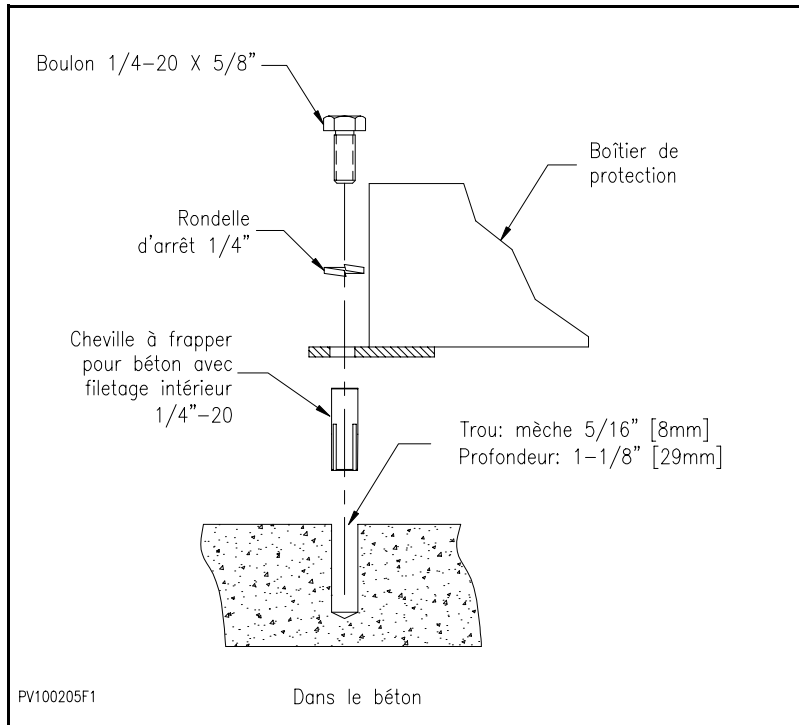

Figure 34 : Installation du boîtier de protection sur un mur de béton
1. Percer dans le mur de béton et insérer les chevilles d'ancrage selon la *Figure 34* : "Installation du boîtier de protection sur un mur de béton".